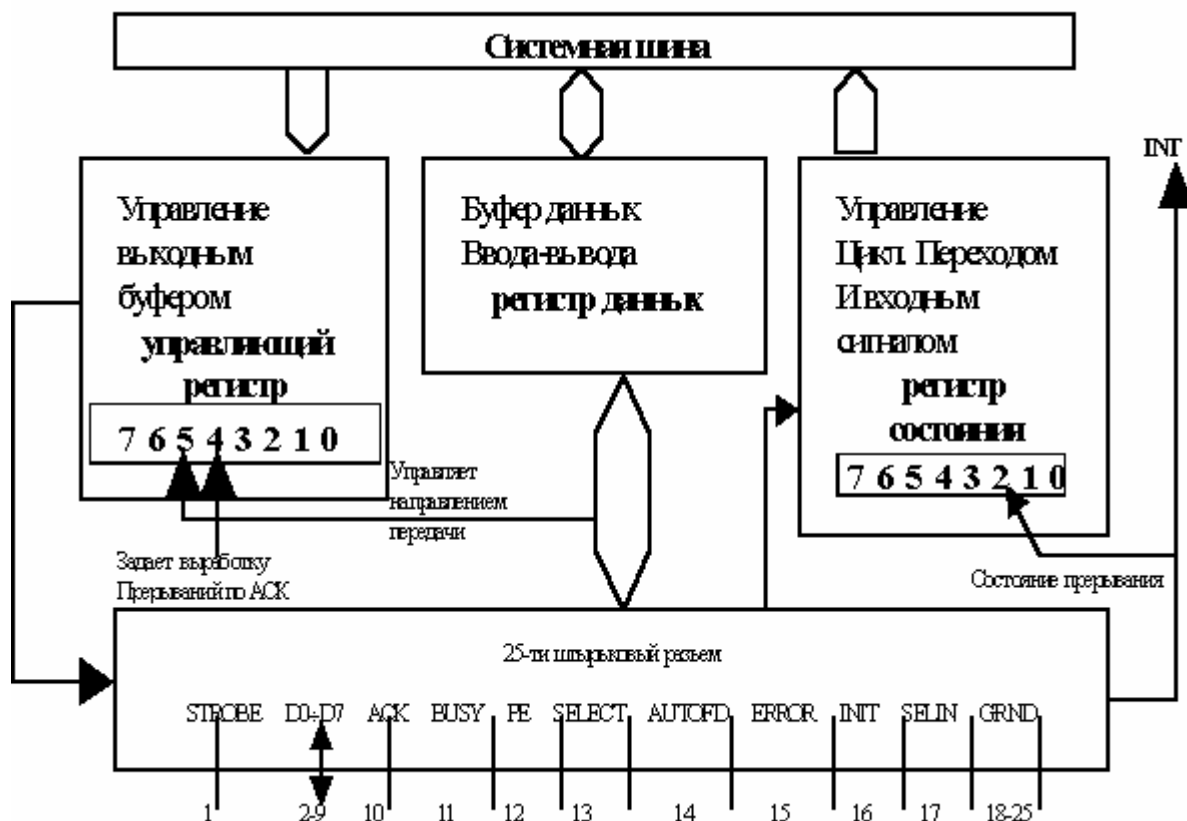

Рис.1.
5.10.2 Структурная схема двунаправленного параллельного порта (рис. 1).